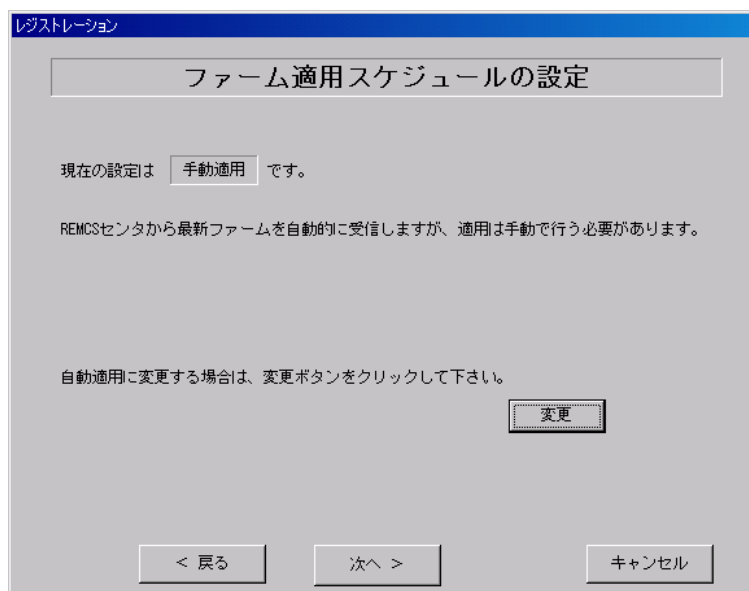

図 4-63 ファーム修正適用のスケジュール設定（管理サーバ接続）
- 12 ファーム修正適用のスケジュールを設定します（図 4-63、表 4-35）。手動適用／自動適用のいずれかを指定できます。[変更]ボタンをクリックしてご希望の適用方法に合わせてください。